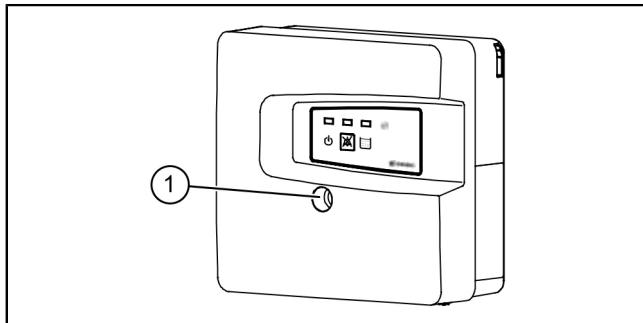

Fig. 4: Aprire l'alloggiamento
- Aprire il coperchio dell'alloggiamento ④ (vd. "fig. 4: Aprire l'alloggiamento", pagina 86).
- Far passare i cavi di collegamento attraverso i passanti per i cavi. ⑤
- Fissare il cavo di collegamento alla morsettiera nel rispetto dello schema di collegamento (vd. "*Schema di collegamento*", pagina 84). ⑥